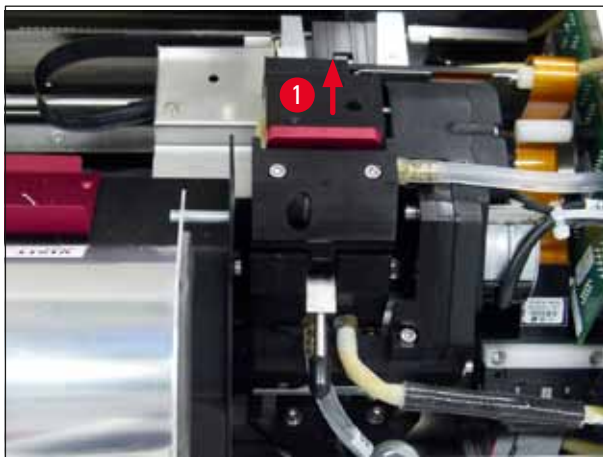

Fig. 52
2. La tête d'impression (→ "Fig. 52-1") s'élève jusqu'à env. 1 cm du joint à lèvres (→ "Fig. 52").